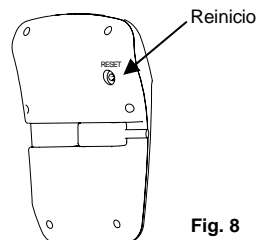

Fig. 8
- Presione el botón de reinicio del termostato ubicado en la parte de atrás del panel de control. (Fig. 8). La unidad emitirá un pitido para indicar que se ha reiniciado.